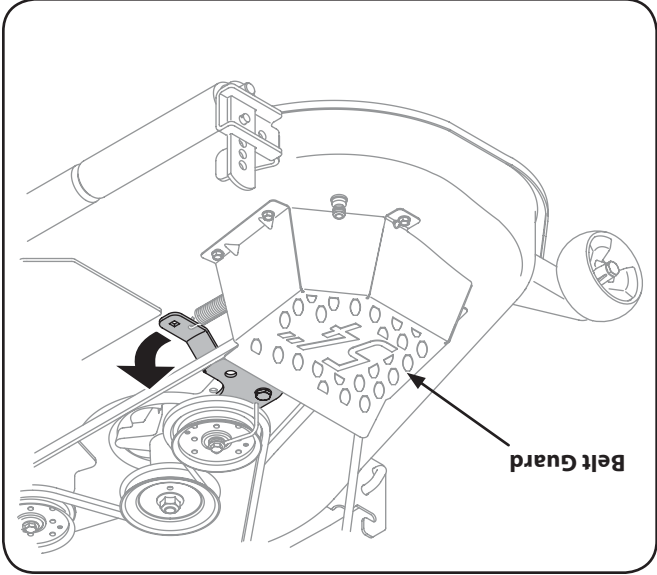

Figure 7-3
6. Sortez la goupille de support du plateau de coupe pour déloger le plateau de la tringle de relevage. Voir la Figure 7-3.